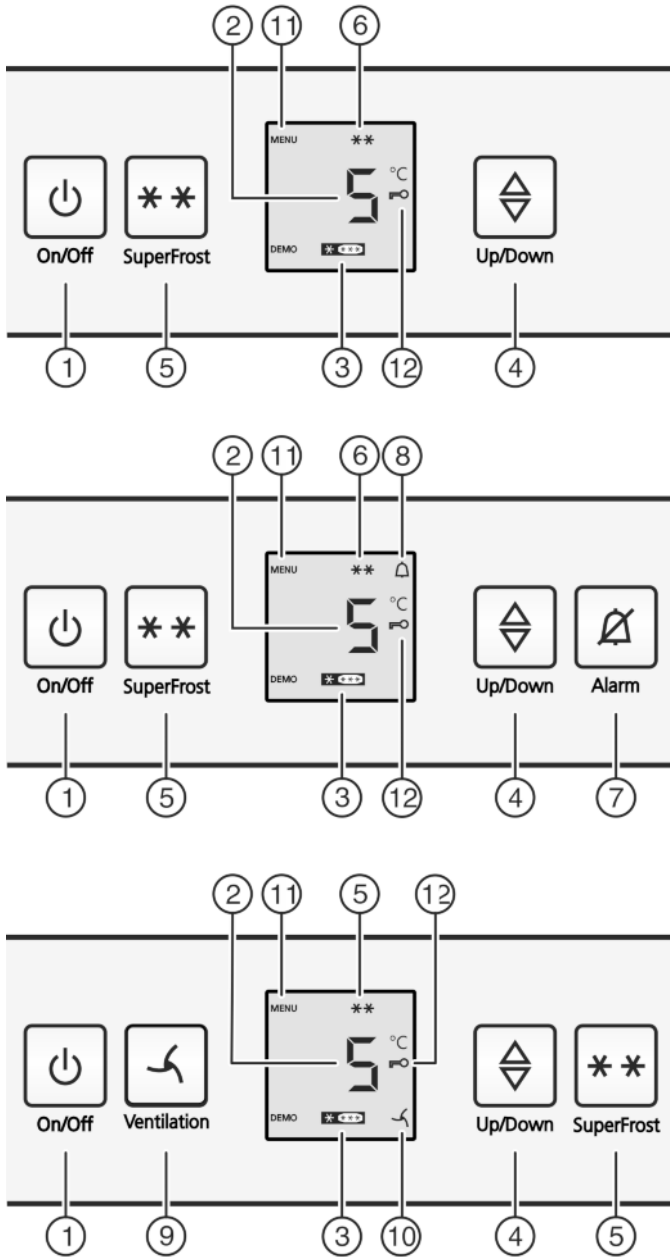

Fig. 2
- ▶ Nyomja meg az On/Off gombot Fig. 2 (1).
- ▶ Beállítási mód aktiválása: Nyomja meg a SuperFrost gombot Fig. 2 (5) kb. 5 másodpercre.
- ▷ A kijelzőn megjelenik a Menü ikon Fig. 2 (11).
- ▶ A SuperFrost billentyűvel Fig. 2 (5) röviden nyugtázza.
- ▷ A gyermekbiztosítás ikon Fig. 2 (12) világít a kijelzőn.
- ▶ Röviden nyomja meg az On/Off gombot Fig. 2 (1).
- ▷ A gyermekbiztosítás ikon Fig. 2 (12) kialszik.
- ▶ Nyomja meg a riasztás gombot *Fig. 2 (7)*.
Egyidejűleg villog a hőmérsékletkijelző és a riasztás ikon *Fig. 2 (8)*.
A figyelmeztető hangjelzés automatikusan elnémul, a riasztás ikon *Fig. 2 (8)* eltűnik és a hőmérsékletkijelző is abbahagyja a villogást, mikor a hőmérséklet újra elégé alacsony.
- ▶ Hőmérsékletfunkció előhívása: Nyomja meg a beállítógombot *Fig. 2 (4)*.